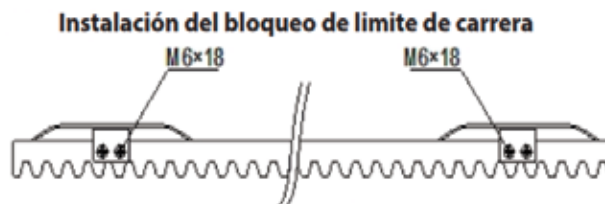

Figura 5
- 2) Instalar el bloque de límite, como se muestra en la figura 5 y la figura 6. El interruptor y los bloques de límite de muelle se usan para controlar la posición de la puerta.